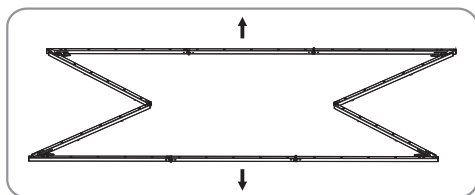

图7
4. 按箭头所指方向展开所有竖边关节（如图7），并按图5所示扣好扣位。